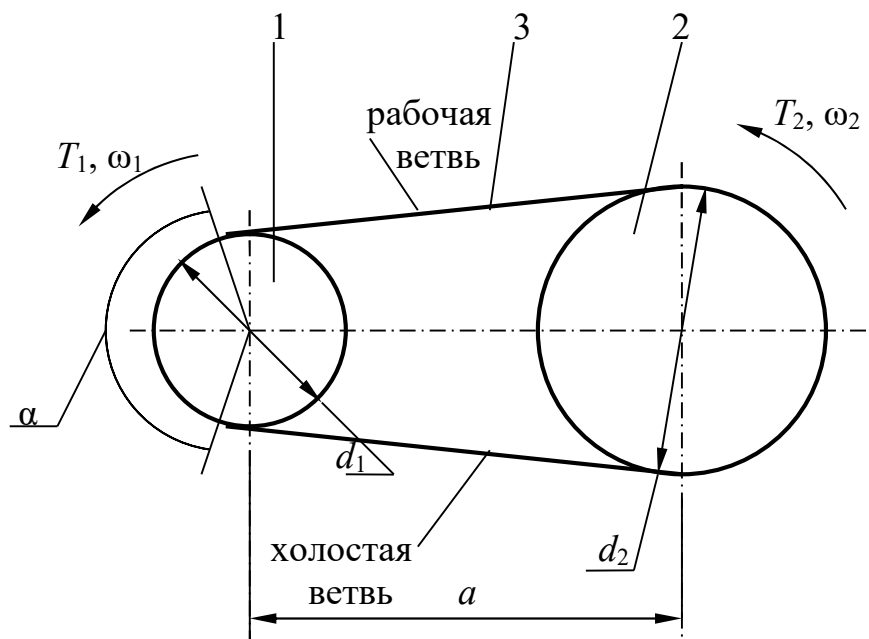

Рис. 2.1. Схема ременной передачи
Ременная передача (рис. 2.1) состоит из двух **шкивов** – ведущего 1 и ведомого 2, закрепленных на валах, и **ремня** 3, охватывающего шкивы.
– возможность обеспечения значительных межосевых расстояний (размер a на рис. 2.1);